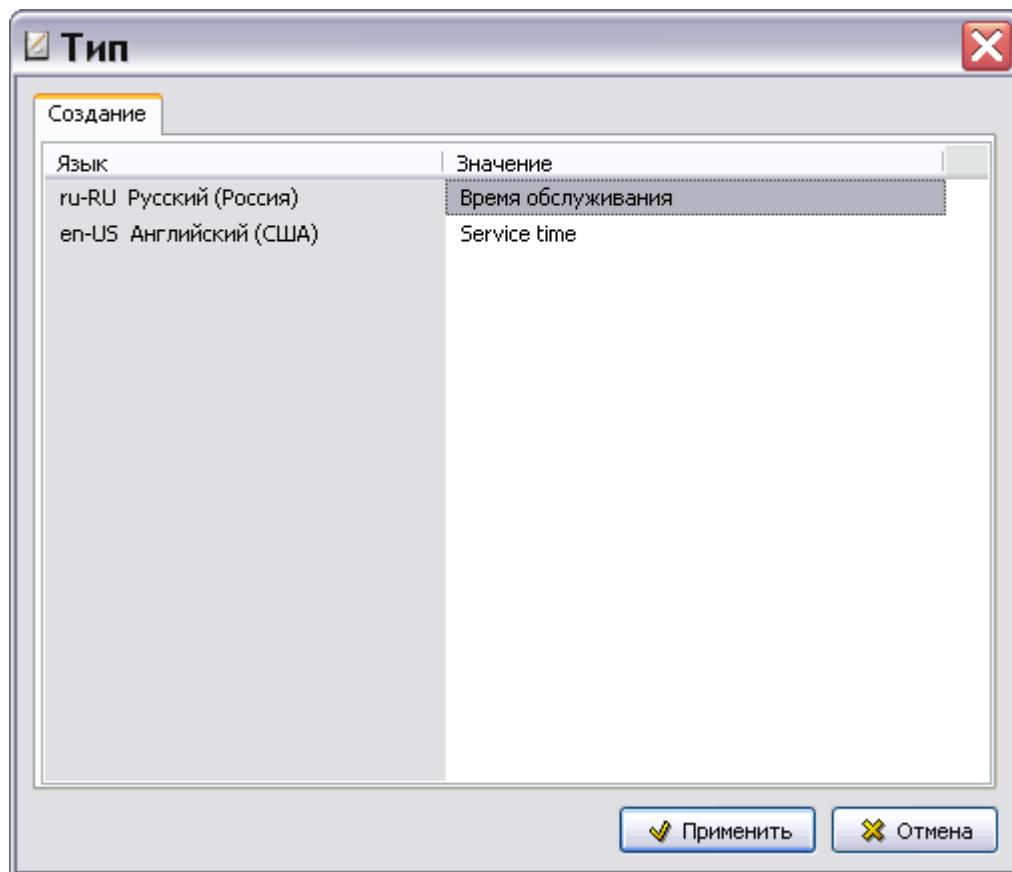

Рис. 3.119
- Нажатие на кнопку **Добавить** приводит к открытию окна **Тип**, в которое вводится название нового типа единиц измерения на всех языках проекта (Рис. 3.119).